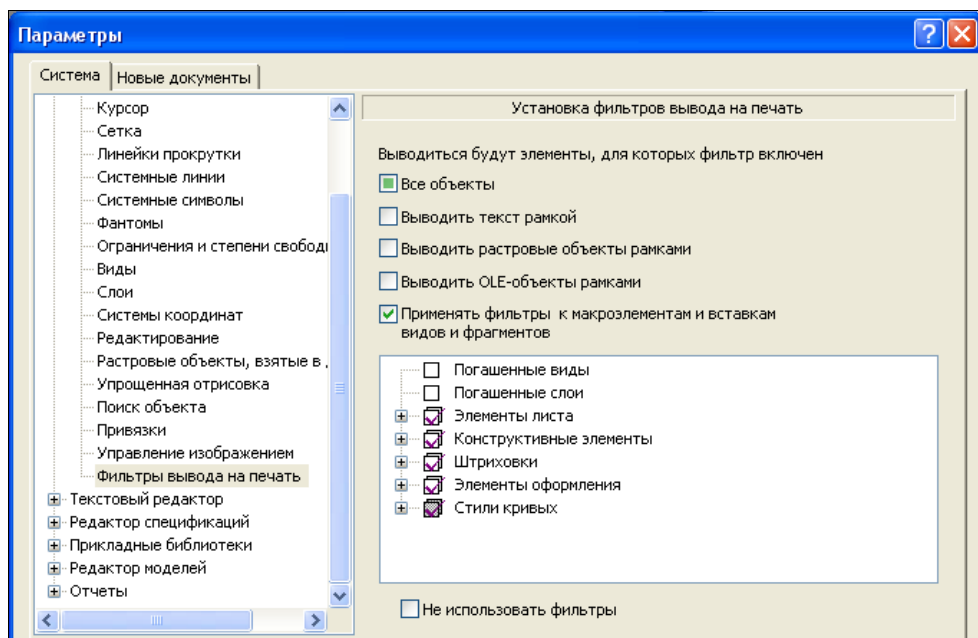

Рис. 15.15. Диалоговое окно **Параметры**
- ◆ щелкните ЛК мыши по пункту **Фильтры вывода на печать**. В правой части экрана появилась панель **Установка фильтров вывода на печать** (рис. 15.15), в ней: